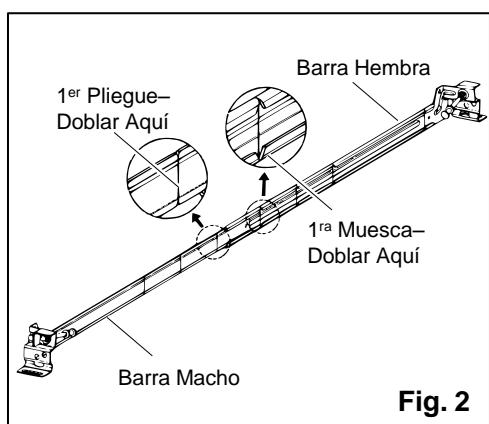

Fig. 2
2. Abre las barras lo más posible. (FIG. 2)
3. Dobla hacia adelante y hacia atrás en el 1er pliegue desde el centro, la barra macho de cada barra para colgar, hasta que se separe. Dobla la barra hembra hacia adelante y hacia atrás, en la 1ra muesca desde el centro, hasta que se separe. (FIG. 2)